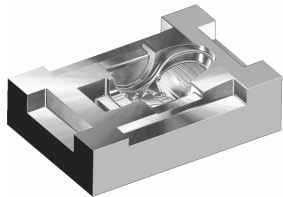

图 4-104 型腔侧面精加工仿真切削结果
3) 在 PowerMILL “仿真控制”工具栏中单击“运行”按钮, 系统即进行型腔侧面精加工仿真切削，其结果如图 4-104 所示。